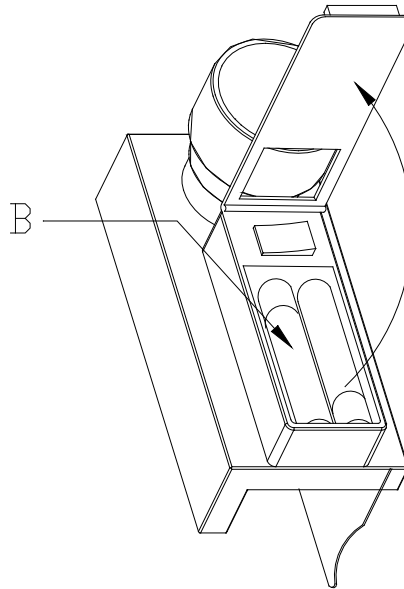

Figure 2
L'auxiliaire d'alignement AY-OS-LSR est alimenté par deux batteries de respectivement 1,5 V. Utilisez uniquement des piles alcalines. Ouvrez la trappe du compartiment à piles et insérez les piles (B). (voir la figure 2).